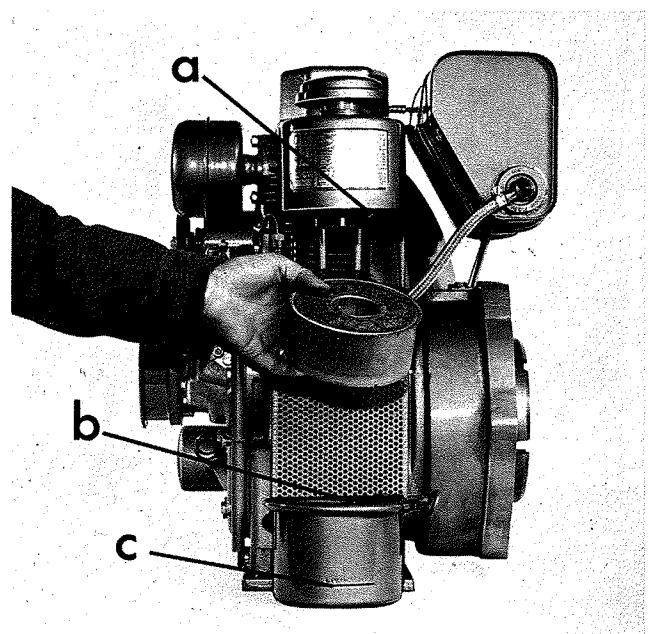

Bild 17
- 4) Ölbadluftfilter auffüllen (siehe Seite 13, Bild 17).
Filtereinsatz des Oelbadluftfilters in sauberem Dieselmotorenstoff reinigen und abtropfen lassen. Nicht mit Pressluft ausblasen! Auf Dichtungen (a) und (b), Bild 17, achten. Frisches Motorenöl zum vorgeschriebenen Stand auffüllen (siehe c, Bild 17).